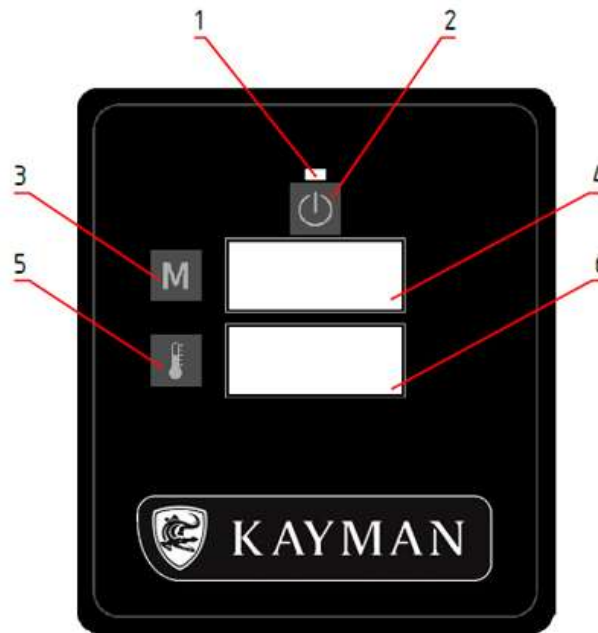

Рисунок 4 – Панель управления посудомоечной машины.
- световая индикация кнопки  «Вкл/Выкл» (Рисунок 4, поз. 1). Светодиод светится при подаче питания на машину;
- кнопка  «Вкл/Выкл» (Рисунок 4, поз. 2) – для запуска машины в работу. При подаче электрического напряжения световая индикация включена. Во время работы световая индикация отключена.
- кнопка выбора отображения параметра  «Температура» воды бойлера или ванны (Рисунок 4, поз. 5). Выбор режима отображения – нажатие и отпускание кнопку  «Температура» – высвечиваются температура воды в бойлере, при повторном нажатии высвечивается температура воды в ванне.